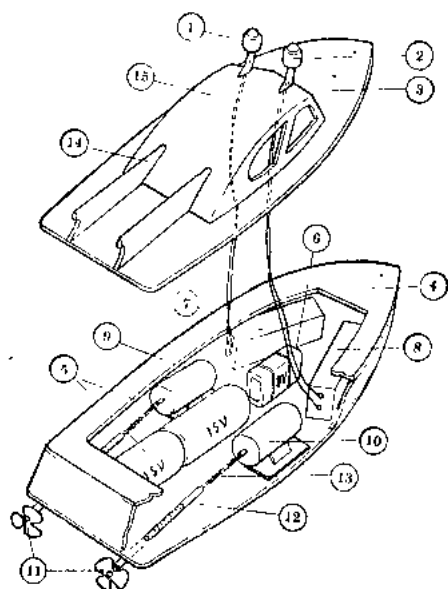

图 9-2
光电控制小艇的构造见图 9-2。①和②是两个光导管，它们连接在艇身内部的两个光电控制器⑦和⑧上。③是小艇的甲板结构。④是用桐木片做成的船体。⑤是供两台电动机用的两节 1.5 伏的 1 号电池。⑥是供光电控制器用的 9 伏层迭电池。⑨和⑩是给小艇作为动力用的两台电动机，每台电